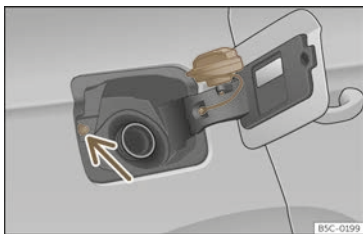

Abb. 217 Tankklappe mit aufgestecktem Tankverschluss.
- Platzieren Sie den Verschluss in der Aussparung, die sich im Scharnier der geöffneten Tankklappe befindet >>> (Abb. 217).
Nicht den Taster für Tankdeckelverriegelung >>> (Abb. 217) (Pfeil) berühren. Das System